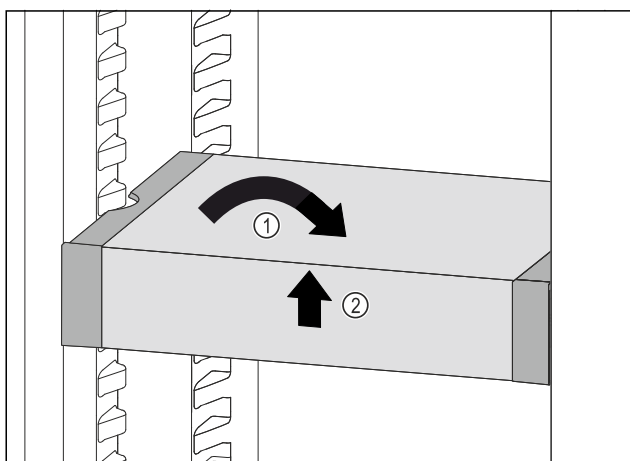

Fig. 59
- Ställ VarioSafe rakt. Fig. 59 (1)
- Lyft VarioSafe framåt. Fig. 59 (2)